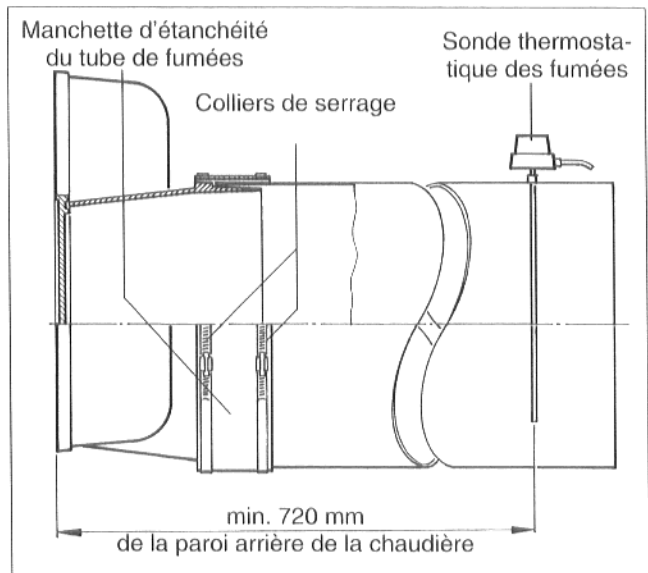

Fig. 31
Nous recommandons l'utilisation d'une manchette d'étanchéité de tube de fumées (Fig. 31). La manchette d'étanchéité est à commander séparément.
- Entourer le tube de fumées et la rallonge de la boîte à fumées avec la manchette d'étanchéité en la faisant déborder (Fig. 31).
- Souder le manchon dans le tube de fumées, l'écartement du manchon par rapport à la boîte à fumées doit être de 2 x le diamètre du tube de fumées (Fig. 31).